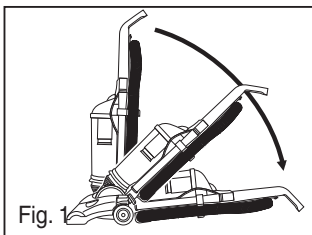

Fig. 1
Pise el pedal una segunda vez para colocarla en la posición más baja (Fig. 1).
- 1) Quite la manguera del retén de la manguera. Doble la manguera para soltar un bloqueo (Fig. 1).